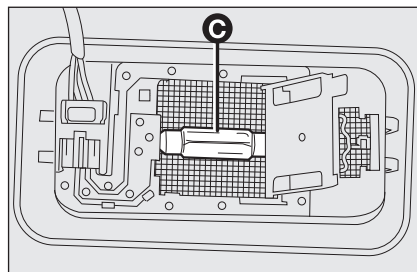

fig. 27
- ☐ Tag pæren **C**-fig. 27 ud ved at gøre den fri af lamellerne i siderne, sæt den nye pære i, og kontroller, at den sidder korrekt fast mellem lamellerne.